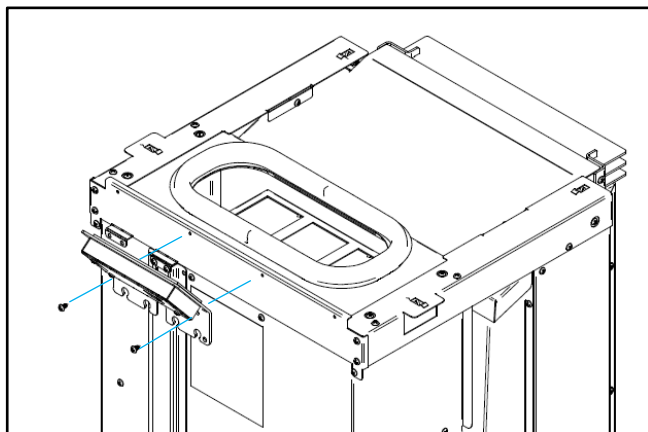

Figura 58 - Colocación de la pantalla
a) Coloque la pantalla en el interior del depósito de pellets, en la parte trasera de la máquina, tal y como se muestra en la Figura 58. Para ello, afloje ligeramente los tornillos de la parte trasera. Al apretar el visor, puede ser necesario ajustar su altura.